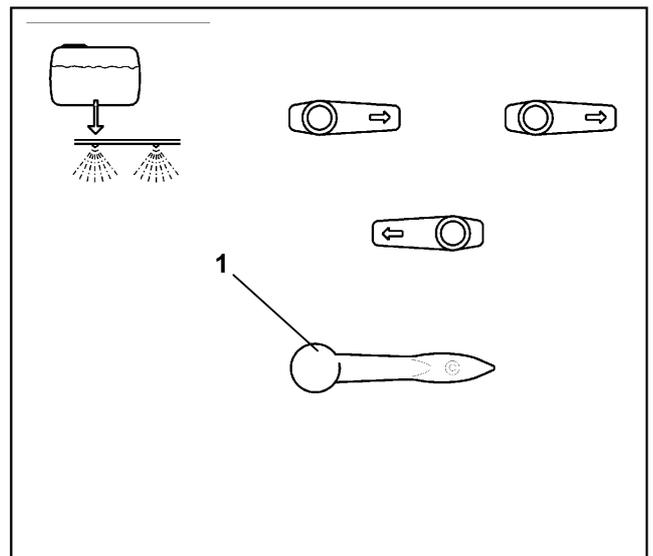

Fig. 7.20
- Umschaltventil (7.20/1) auf Position „Spritzen“ entsprechend Fig. 7.20.